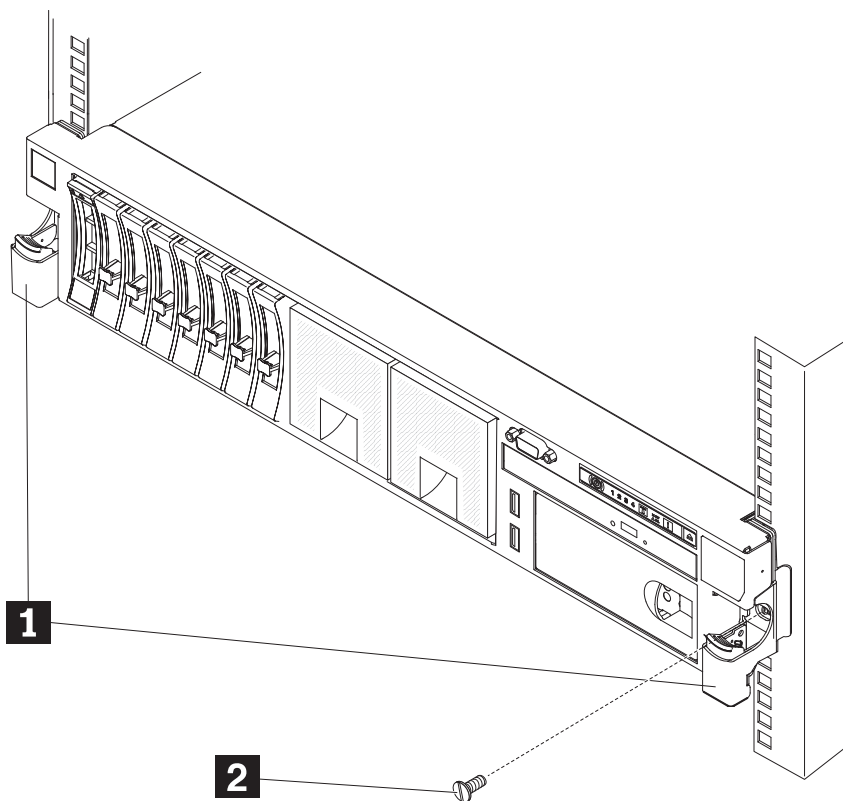

图 28. 安装前部螺钉
9. 可选： 安装前部螺钉，如第 34 页的图 28 中所示。